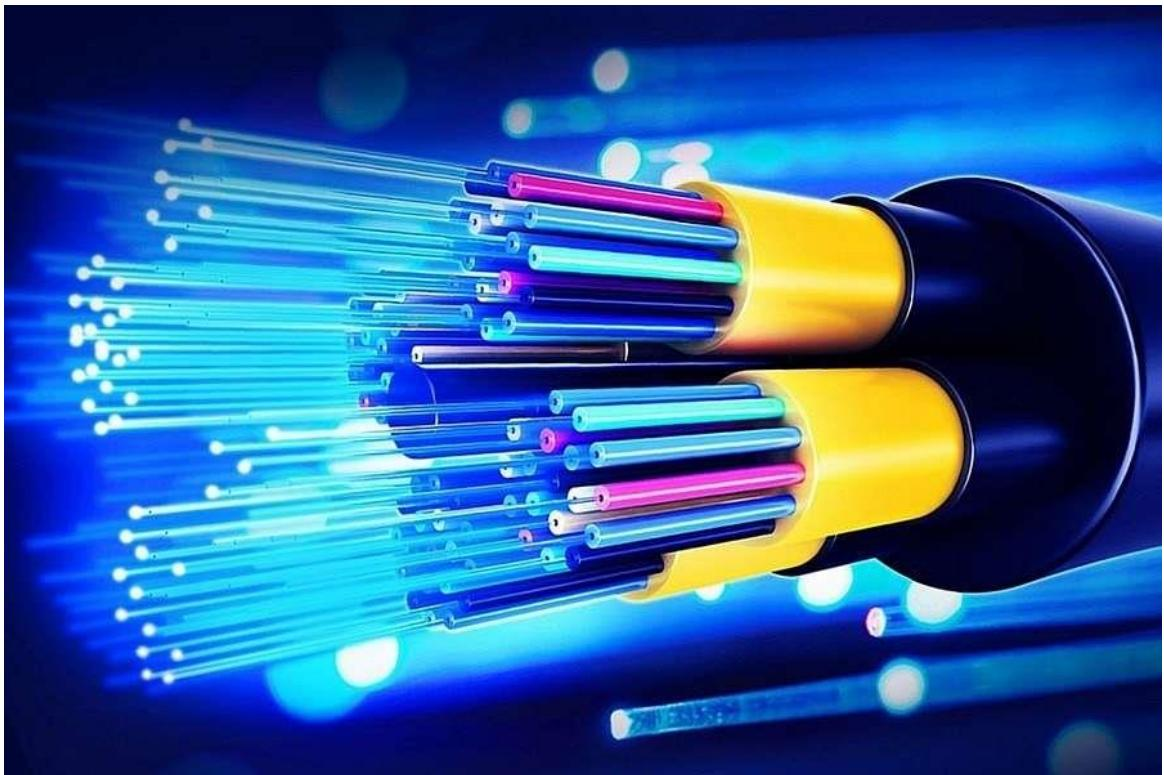

Рисунок 4 – Волоконно-оптические линии связи (ВОЛС)
**Волоконно-оптические линии связи (ВОЛС)** – устройства и системы, основу которых составляет гибкий волоконно-оптический световод (в виде кабеля), соединенный с излучателем на одном (передающем) конце и с фотоприемником – на другом (приемном). Они выполняют функции линии связи и передачи данных: это сверхкороткие линии (до 1 м) для обмена информацией в высоковольтной аппаратуре; короткие бортовые и внутриобъектовые ВОЛС (5 – 1000 м); линии средней протяженности (1 – 20 км), составляющие основу межмашинных интегральных сетей передачи данных и разветвленных внутригородских АТС; магистральные ВОЛС длиной в тысячи км, в том числе меж- и трансконтинентальные, а также подводные(рис.4)